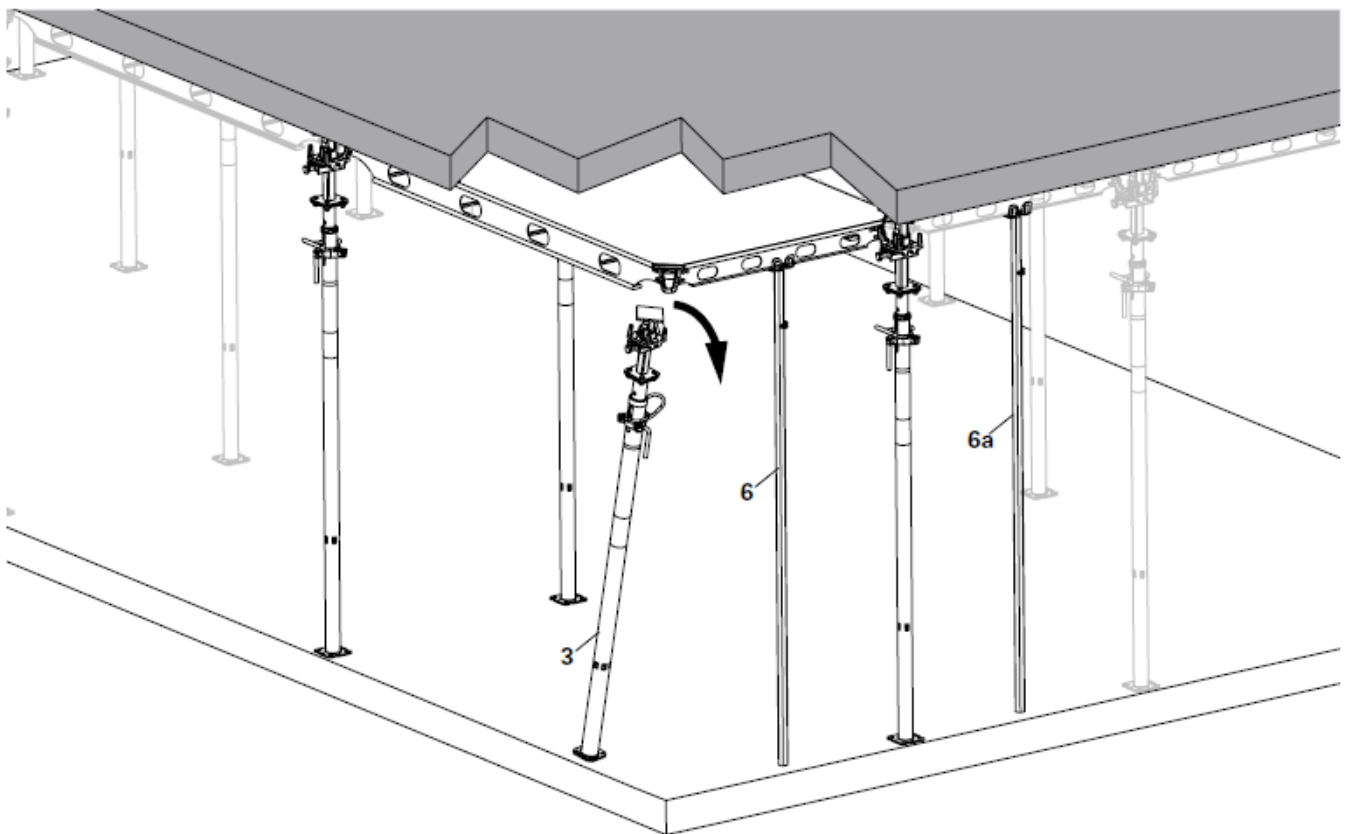

Fig. A11.05
1. Apoiar o rebordo do painel no meio com dois auxiliares de cofragem (6) e (6a) no sentido mais curto para os dois primeiros vãos. (Fig. A11.05)